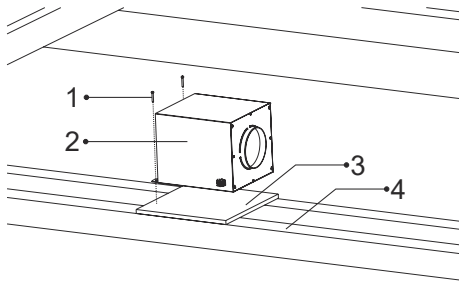

Fig. 21
**12.** Montera motorkabinettet på läkten med 2 x 5,5x60mm skruvar (Fig. 21).